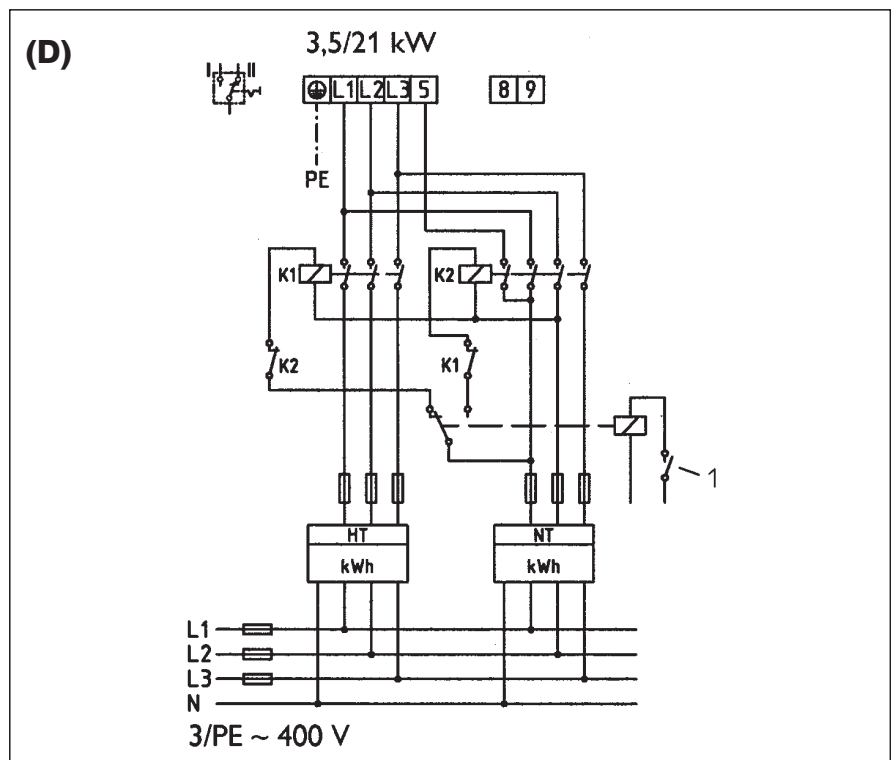

Fig. 13
(D) Medición con dos contadores, fig. 13, 1 contacto de la compañía eléctrica